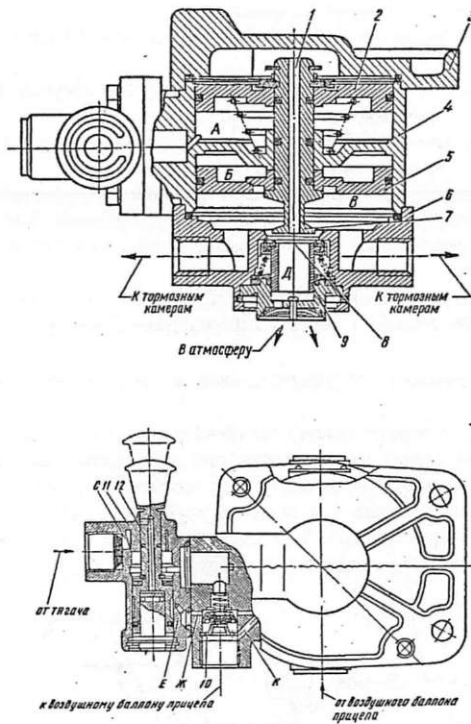

Рис.8. Воздухораспределитель
4.7.1. Воздухораспределитель (рис.8) состоит из корпуса 4 с перегородкой и двух крышек 3 и 6. Внутри корпуса 4 расположен следящий механизм, состоящий из штока 1, проходящего через отверстие в перегородке и связанного с двумя поршнями 2 и 5. Шток выступает за нижний поршень 5 и имеет на торце выступающей части тарелку 7.
4.7.2. Кран растормаживания (см.рис.8) крепится к воздухораспределителю и предназначен для растормаживания прицепа в отцепленном состоянии.